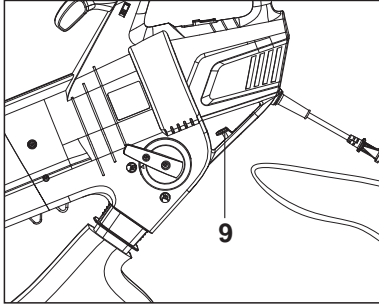

Fig. 4
1. Pliez la rallonge à environ 30 cm de son extrémité et faites passer la boucle ainsi formée dans le trou du bloc moteur. Accrochez la boucle au support de blocage du cordon d'alimentation [9] et tirez doucement sur le cordon pour vérifier qu'il est bien accroché (Fig. 4, 5).